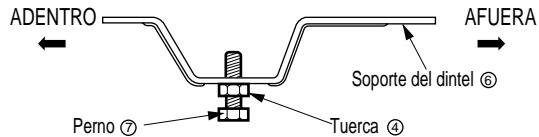

Fig. 3
- Corte el sellode chasis de la ventana a la longitud apropiada. Pele el resfuerzo y aplique la Cinta de Espuma a la parte inferior del chais de la ventana. FIG.3
3. Arme de modo flojo el soporte del dintel ⑥ usando las partes que se muestran en Fig. 3.